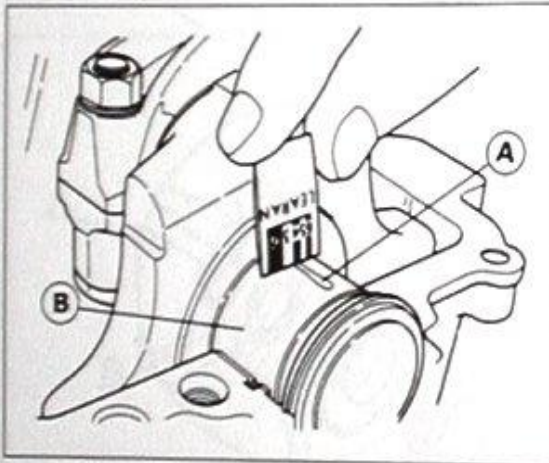

Bild 224
- 📏 Mit Plastigage-Skala Breite des Mess-Streifens bestimmen und so Lagerspiel feststellen (Bild 224). Sollmass 0,020 – 0,044 mm; Verschleißgrenze 0,08 mm.